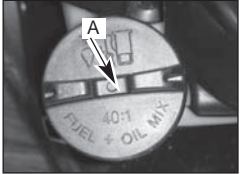

Fig. 22
REMARQUE: veillez à ce que l'évent (A) du bouchon soit exempt de saletés (Fig. 22).